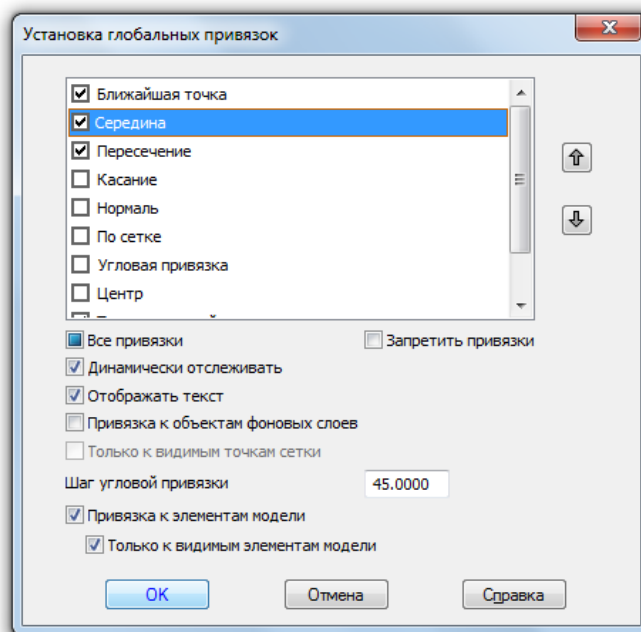

Рис. 13
- в диалоговом окне выберите привязку **Середина** и включите флажок (рис. 13), нажмите «ОК»;